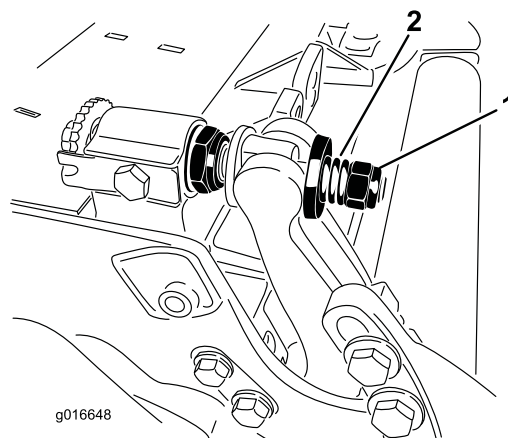

Figura 33
- Aperte a porca da mola tensora até que a mola fique recolhida; em seguida, desaperte meia volta (Figura 33).